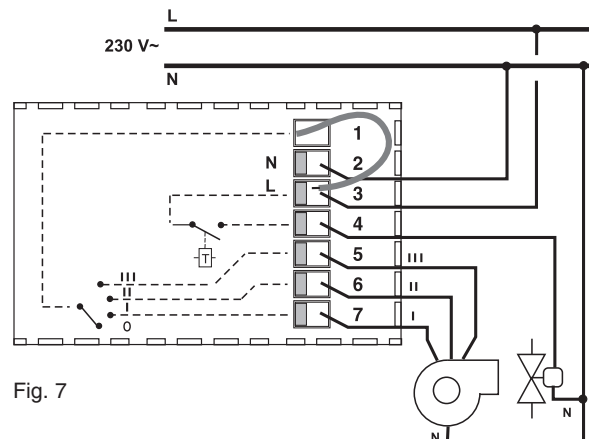

Fig. 7
b) - Ventilazione fissa (fig. 7)